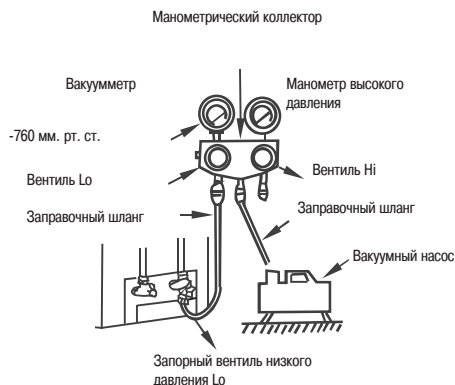

Рис. 6-10
- Удаление воздуха при помощи вакуумного насоса (рис. 6-10). (Порядок использования манометрического коллектора смотрите в инструкции по эксплуатации манометрического коллектора)